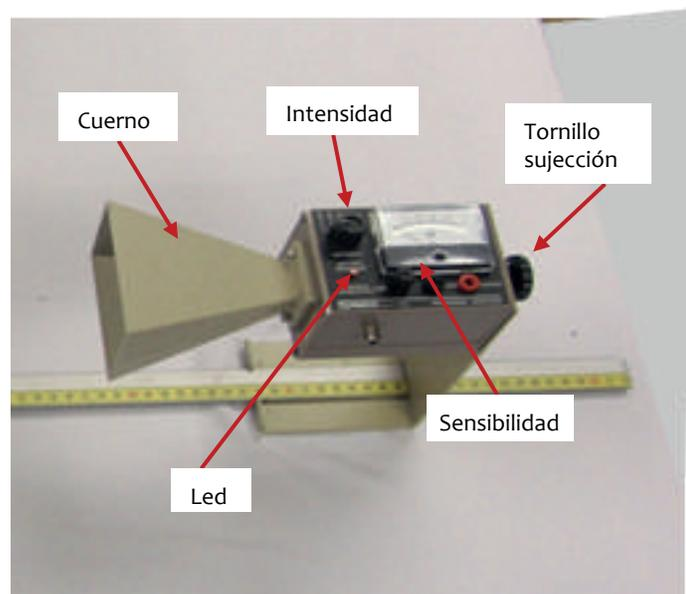

Figura 6.11. Receptor de microondas
n) Coloque el cuerno del receptor en su soporte por medio del tornillo de sujeción (figura 6.11), al mover la perilla de “intensity” se enciende o se apaga, tiene un led, que si está encendido indica que está funcionando.